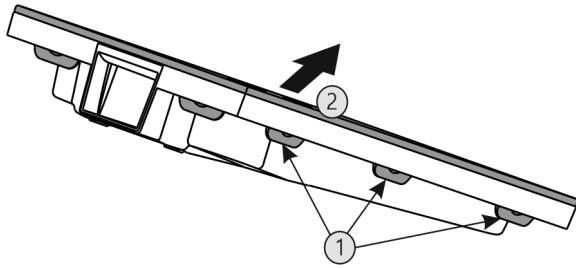

Fig. 49
- ▶ Vse spono Fig. 49 (1) pritisnite drugo za drugo in odstranite pokrov Fig. 49 (2).